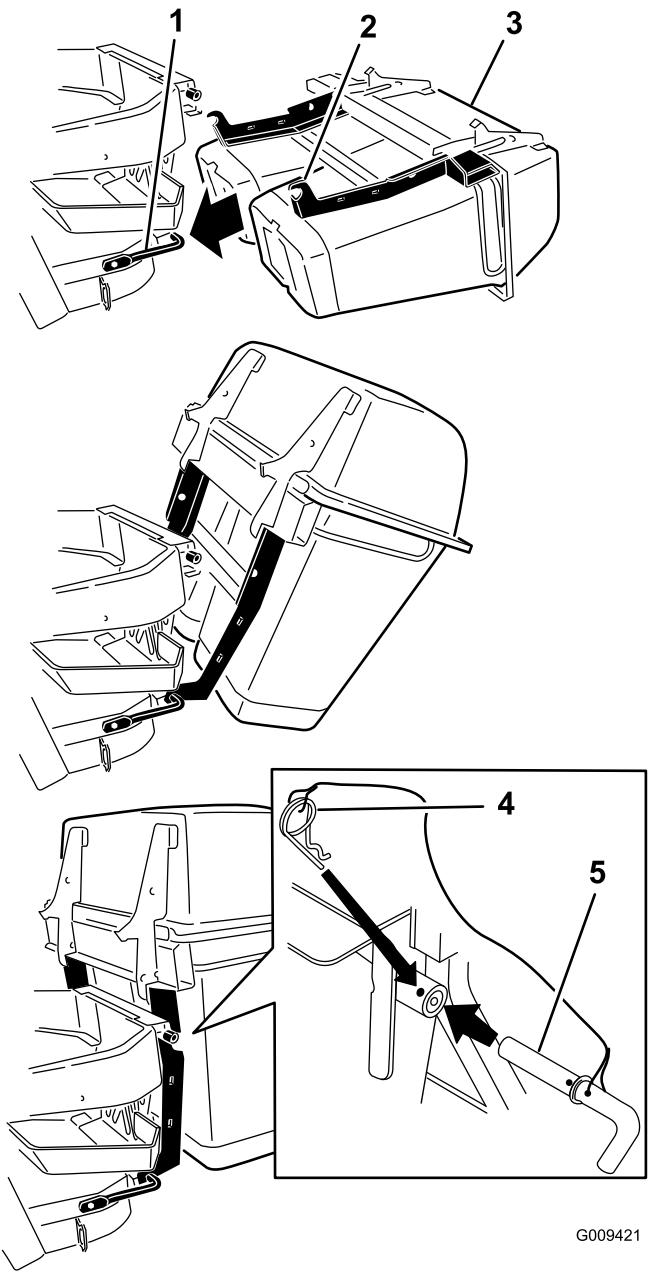

Figura 7
2. Deslice los ganchos sobre el soporte de montaje inferior (Figura 7).
3. Gire el conjunto del capó hacia arriba sobre el soporte de montaje inferior del ensacador (Figura 7).
4. Alinee el taladro del ensacador con el soporte de montaje superior (Figura 7).
5. Instale el pasador en cada lado, sujetándolo con la chaveta (Figura 7).